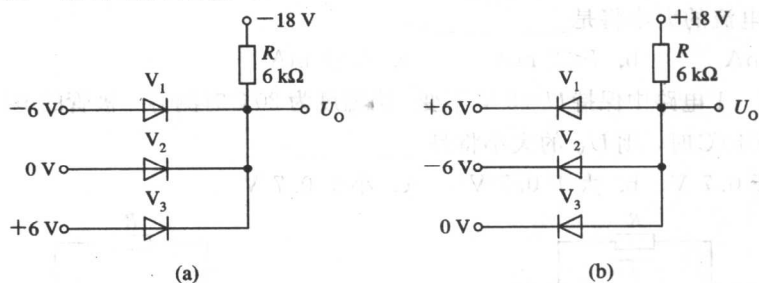

图 1-5
10. 由理想二极管组成电路如图 1-5 所示, 试确定各电路的输出电压 U_o 。